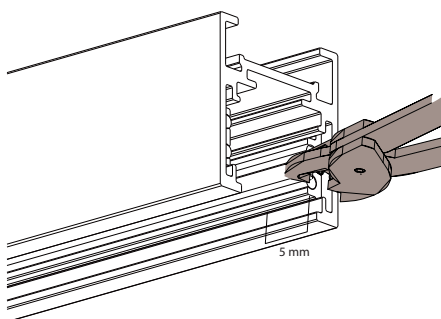

Figure 2
2. Rectifiez et raccourcissez les extrémités extérieures des conducteurs en cuivre à l'intérieur du profilé avec des pinces (Figure 2).